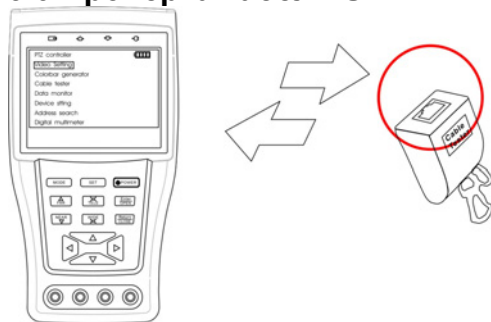

Рис. 3.7
1. Подключите к устройству кабель UTP как показано на рисунке (Рис. 3.7).